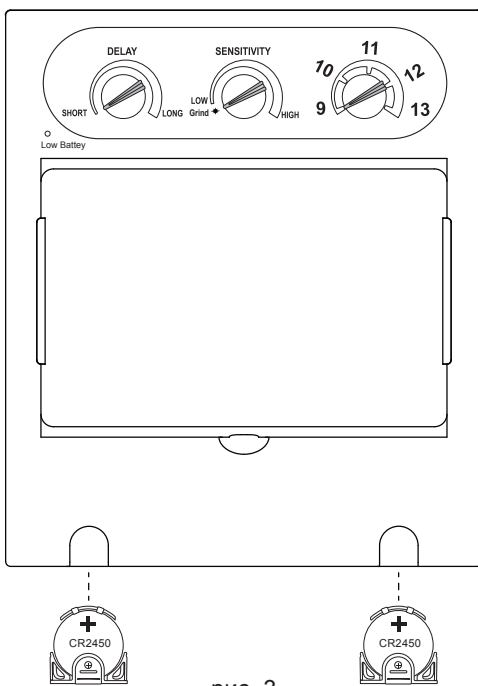

рис. 3
Чувствительность может быть «HIGH» (высокая) или «LOW» (низкая). Плавная регулировка чувствительности светофильтра осуществляется с помощью ручки регулятора «SENSITIVITY», расположенной на внутренней стороне картриджа (см. рис.3). Средневысокая чувствительность рекомендуется для большинства областей применения. Максимальная чувствительность подходит для сварки с малой силой тока, TIG и других особых применений. При работе на солнце, в ярко освещенном помещении или рядом с другим сварщиком необходимо поставить ручку регулятора «SENSITIVITY» в положение «LOW» (низкая) (см. рис.3). Чтобы получить оптимальный эффект, рекомендуется сначала установить высокую чувствительность, а затем постепенно уменьшать до такого уровня, когда светофильтр начнет реагировать только на сварочную дугу, а не окружающее освещение (солнце, яркое освещение в помещении, дуга другого сварщика и т. д.). Если регулятор чувствительности стоит в положении «HIGH», то светофильтр блокируется в темном состоянии.
Регулирование времени задержки может исключить преждевременное открытие по окончании сварки, когда дуги уже нет, но раскаленный металл еще ярко светится, а также для предотвращения «мигания» светофильтра при кратковременных паузах. Задержка может быть короткой «S» (0,1 сек.) и длинной «L» (1,0 сек.). Плавная регулировка осуществляется с помощью ручки регулятора «DELAY», расположенной на внутренней стороне картриджа (см. рис.3). Короткая задержка подходит для точечной сварки, длинная задержка для сварки с большой силой тока. Длинная задержка также подходит для TIG сварки на малых токах, и TIG/MIG/MAG сварки в импульсном режиме.
Режим шлифовки «Grind» используется при обработке металла абразивными кругами, шлифовании (см. рис.3). В данном режиме светофильтр выключается. Степень затемнения зафиксирована на 3,5 DIN, что дает чистую видимость при работе с УШМ.
1. Извлеките держатели элементов питания. (см. рис.3)